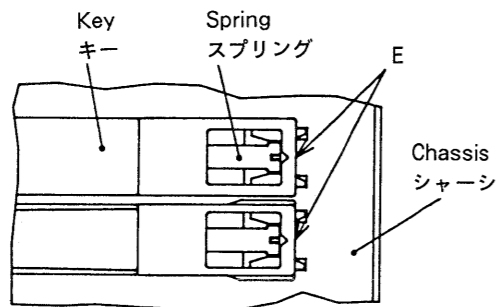
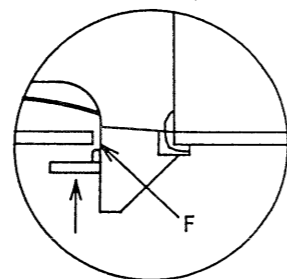

Fig.9
Fig.10
3. キー支点部とシャーシ系合部のあいだEに、すき間の無いことを確認する。ストッパーをシャーシ裏側に、Fig.10に示すFに沿って、シャーシとキーのすき間に押し込むようにして貼る。
3. Referring to Fig.9 and Fig.10, verify that there is no clearance at the portion E between the key fulcrum and the chassis. Pressing the stopper in the direction of arrow ⑤, attach it on the portion F as shown in Fig.10.